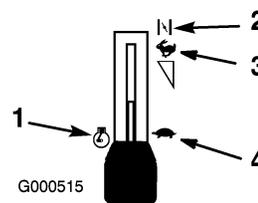

Figure 8
3. Placez la manette d'accélérateur en position Starter pour démarrer à froid (Figure 8).
5. Lorsque le moteur a démarré, amenez progressivement la manette d'accélérateur en position de régime maximum (Figure 8). Si
1. Placez la manette d'accélérateur en position de régime maximum (Figure 8).